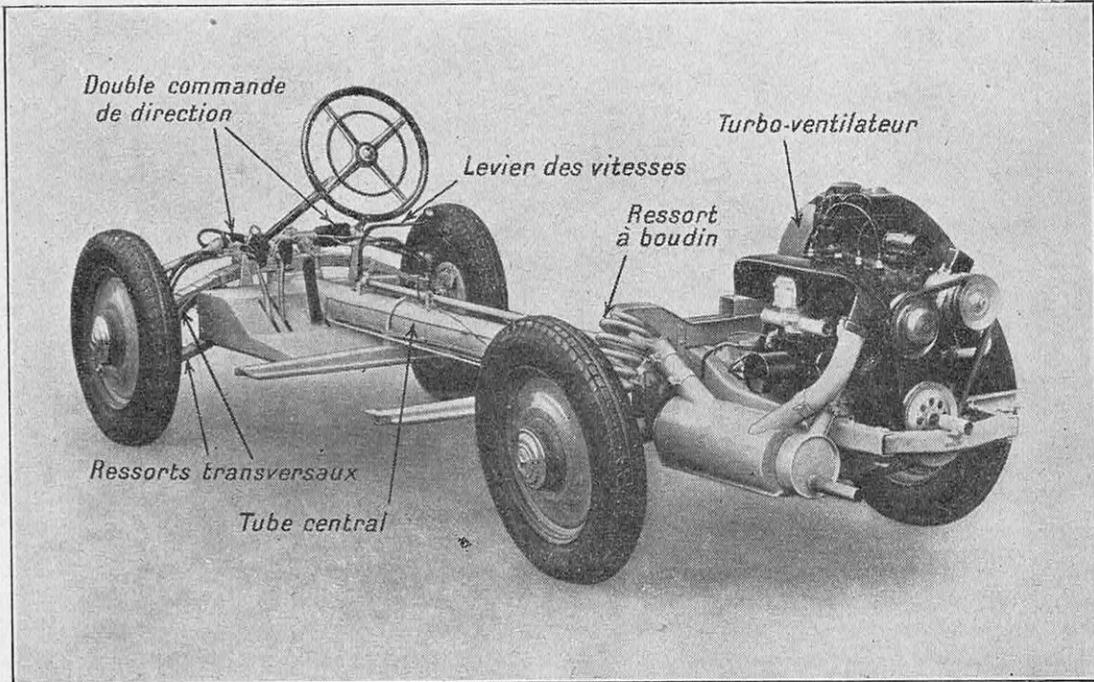

FIG. 9. — CHASSIS A TUBE CENTRAL « MERCEDES-BENZ » A MOTEUR PLACÉ A L'ARRIÈRE
FIG. 10. — CETTE VOITURE « TATRA » PRÉSENTE LES MÊMES CARACTÈRES GÉNÉRAUX QUE LA PRÉCÉDENTE (FIG. 9), A UNE ÉCHELLE PLUS PUISSANTE ET PLUS LUXUEUSE. La carrosserie aérodynamique réalisée par l'ingénieur Jaray (1) permet un « soufflage » efficace du radiateur (prise d'air sur le toit) et assure une excellente pénétration dans l'air, avec réduction très appréciable des tourbillons parasites à l'arrière grâce à la forme très étudiée de la voiture.